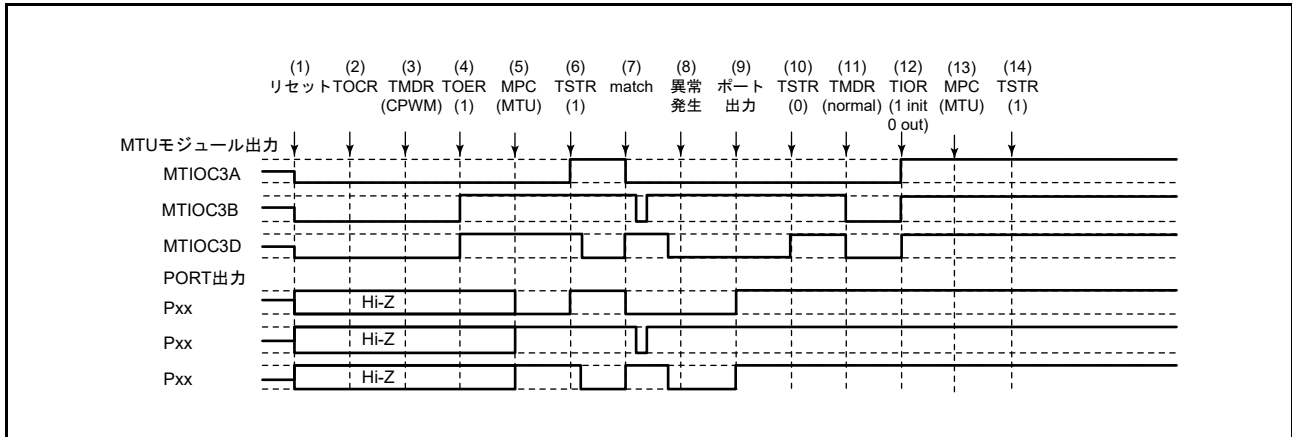

図 19.172 相補 PWM モードで異常が発生し、ノーマルモードで復帰する場合
相補 PWM モードで異常が発生し、再設定後ノーマルモードで再スタートする場合の説明図を図 19.172 に示します。
(1) ~ (10) は図 19.172 と共通です。
(11) PWM モード 1 を設定してください (MTU 出力は Low となります)。
(12) TIOR レジスタで端子を初期化してください (PWM モード 1 では MTIOCnB (MTIOCnD) 端子に波形が出力されません。出力すべきレベルがある場合は、I/O ポートのポート方向レジスタ (PDR)、ポート出力データレジスタ (PODR) で汎用出力ポートの設定をしてください)。
(13) MPC と I/O ポートのポートモードレジスタ (PMR) で MTU 出力としてください。
(14) TSTRA レジスタで再スタートします。
(11) MPC と I/O ポートのポートモードレジスタ (PMR) で MTU 出力としてください。
(12) TSTRA レジスタで再スタートします。
(13) コンペアマッチの発生により相補 PWM 波形を出力します。
(11) ノーマルモードを設定し新しい設定値を設定してください (MTU 出力は Low となります)。
(12) TOERA レジスタで MTU3、MTU4 の出力を禁止してください。
(13) TOCR1A、TOCR2A レジスタで相補 PWM モードの出力レベルと周期出力の許可禁止を選択してください。
(14) 相補 PWM を設定します。
(15) TOERA レジスタで MTU3、MTU4 の出力を許可してください。
(16) MPC と I/O ポートのポートモードレジスタ (PMR) で MTU 出力としてください。
(17) TSTRA レジスタで再スタートします。
(11) ノーマルモードを設定してください (MTU 出力は Low となります)。
(13) TOCR1A、TOCR2A レジスタでリセット同期 PWM モードの出力レベルと周期出力の許可禁止を選択してください。
(14) リセット同期 PWM を設定します。